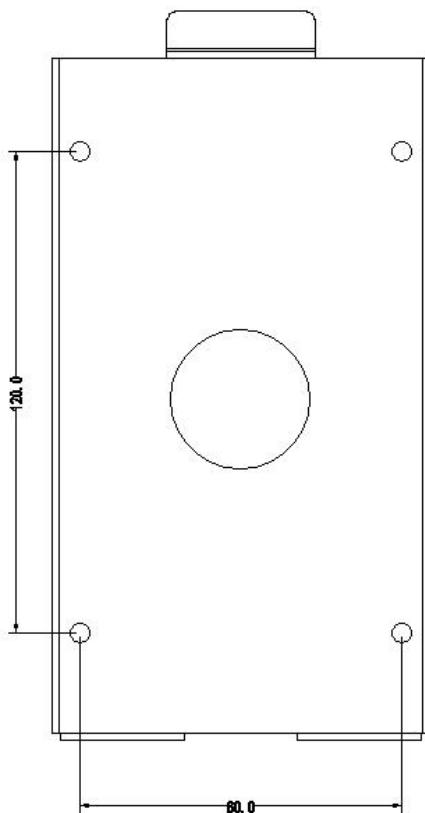

图 1-1
1. 在距离地面约 1.5 米左右位置，按如图 1-1 所示孔位尺寸 120mm*80mm 用记号笔做好孔标记；